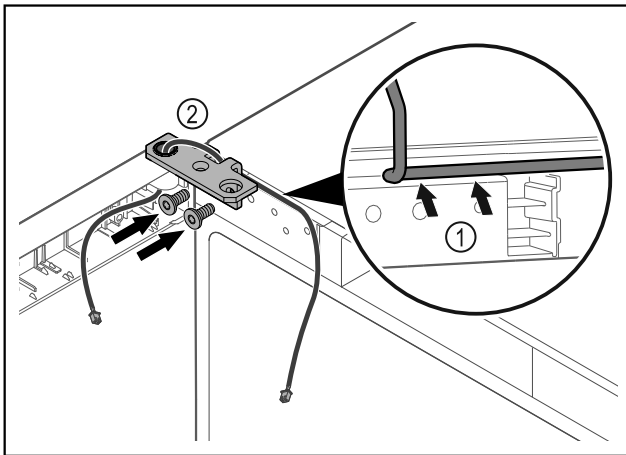

Fig. 34
- Poprowadzić kabel przez wgłębienie w zawiasie i ostrożnie go ułożyć Fig. 34 (1).
- Przykręcić zawias Fig. 34 (2).